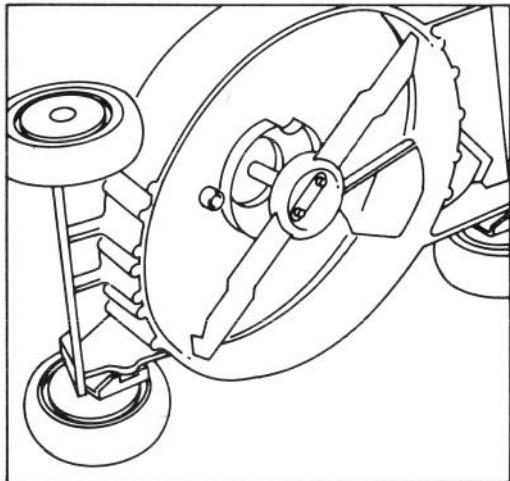

Figure 16
2. Inclinez la tondeuse sur le côté gauche (Fig. 16). Evitez de faire tourner la lame, des problèmes de démarrage risqueraient de se poser.